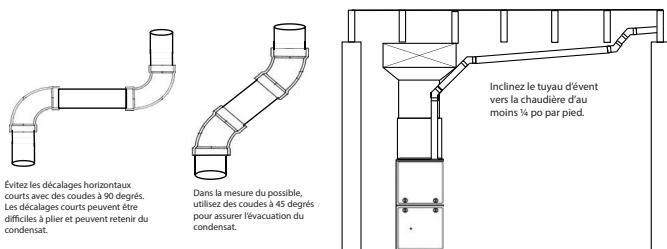

Fig. 52 – Raccordement des événements près de la chaudière
Les décalages de la portion verticale du tuyau de ventilation devraient s'effectuer avec des coudes à 45 degrés au lieu de coudes à 90 degrés. Les sections de tuyau horizontales courtes sont difficiles à tordre de façon adéquate et peuvent retenir de l'eau dans le tuyau d'évent (consultez la Fig. 52).
3. Serrez le collier autour du coude d'évent. Serrez le collier au couple de 15 lb-po (consultez les Fig. 52 à Fig. 57).